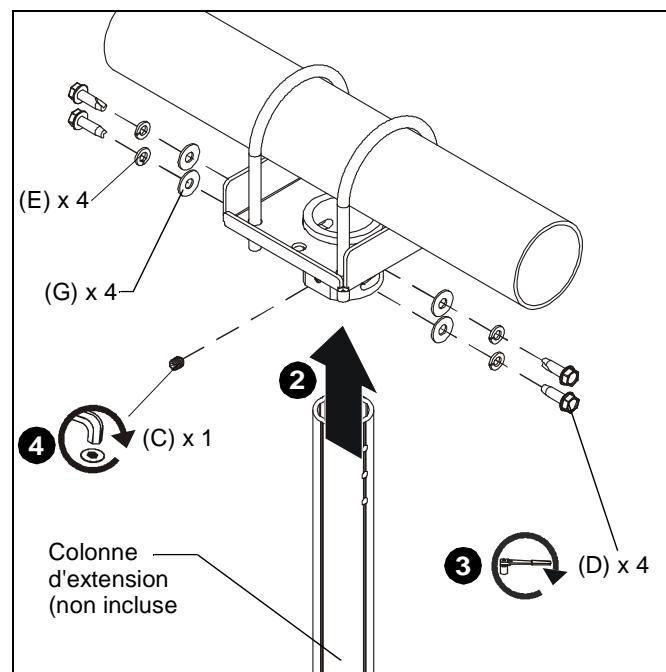

Figure 3
3. Fixez la colonne d'extension au CPA365 à l'aide de quatre vis autotaraudeuses à tête hexagonale 5/16-16 x 1" (D), quatre rondelles frein fendues 5/16" (E) et quatre rondelles plates 5/16" (G) dans les trous de la colonne d'extension. (Voir la Figure 3)
4. Installez une vis de calage de 5/16" x 1 1/2" (C) dans le trou fileté en serrant fermement contre la colonne. (Voir la Figure 3)